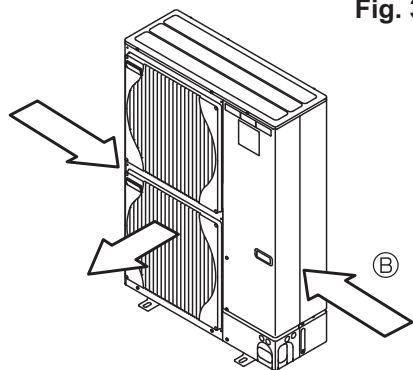

Fig. 3-4
- Εγκαταστήστε τη μονάδα με τρόπο ώστε ο αέρας που βγαίνει από το στόμιο εξαγωγής να φυσά κάθετα σε σχέση με την κατεύθυνση του ανέμου, εάν αυτό είναι δυνατό. (Fig. 3-4)